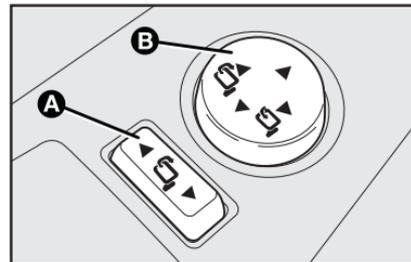

fig. 19
Dobramento elétrico do retrovisor externo - fig. 19
- Posicione o seletor **A-fig. 19** na posição neutra;